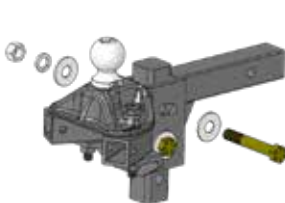

Figure 4
4. Utilisez les boulons de 3/4 po, les rondelles plates, les rondelles de verrouillage et les écrous pour fixer la tête à la bonne hauteur sur la barre d'attelage. Serrez les écrous à la main. (Figure 4)